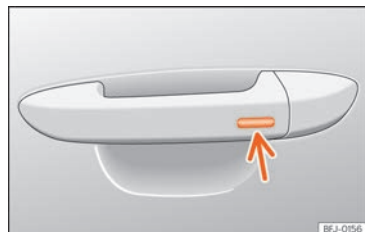

Abb. 82 Türgriff: Sensorfläche.
• **ODER:** mit dem Keyless Access-System (nur Schließen): Finger einige Sekunden auf der Sensorfläche zum Verriegeln »» (Abb. 82) [Pfeil] im Türgriff halten, um die Fenster und das Schiebedach zu schließen. Wenn Sie die Sensorfläche nicht mehr berühren, wird die Schließfunktion unterbrochen.
Halten Sie einige Sekunden lang einen Finger über die Verriegelungssensorfläche >>> (Abb. 82) (Pfeil) am Türgriff, damit das Dach geschlossen wird. Wenn Sie die Sensorfläche nicht mehr berühren, wird die Schließfunktion unterbrochen.